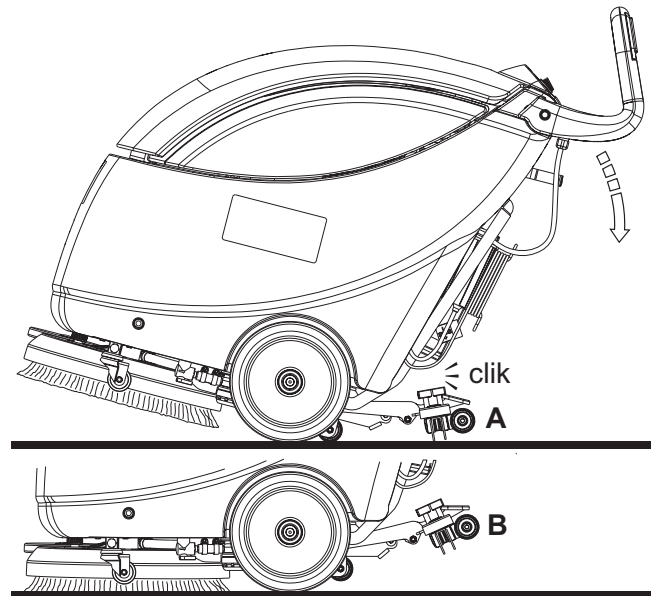

Abbildung 3
1. Den Schubbügel (2) greifen und senken, bis das Hinterrad (7) den Boden berührt (A, Abb. 3), dann die Sauglippe in gehobener Position einrasten lassen (B).